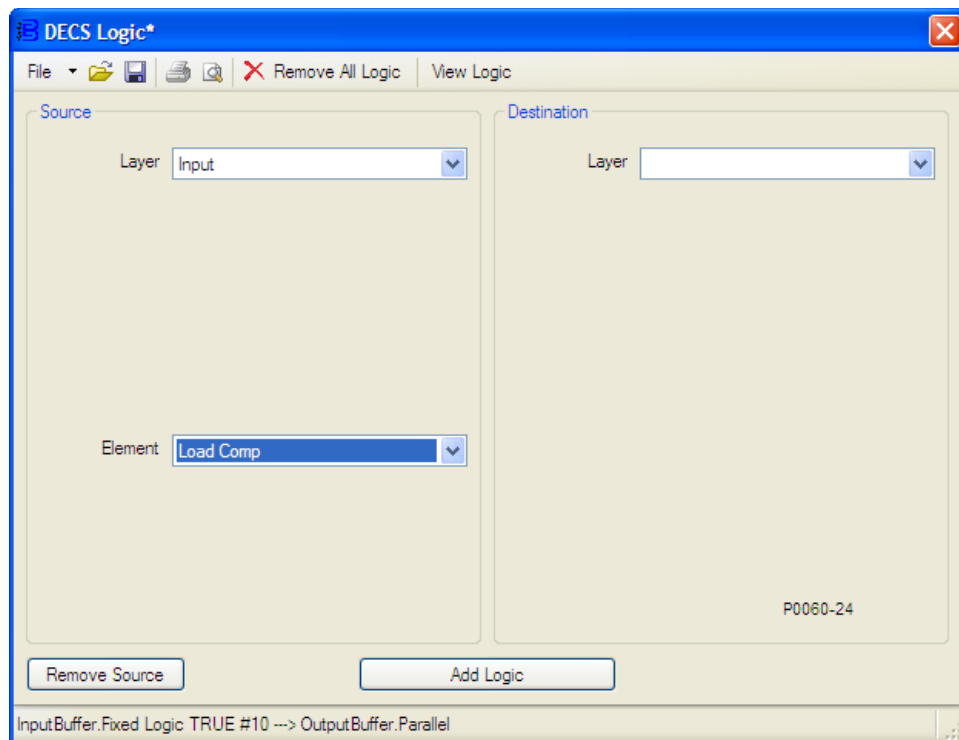

Figure 9-27. Déconnexion de l'entrée de compensation de charge
5. Les paramètres de la fenêtre Logique du DECS associés à cette étape sont illustrés sur la Figure 9-27. Dans le volet Source de la fenêtre Logique du DECS :